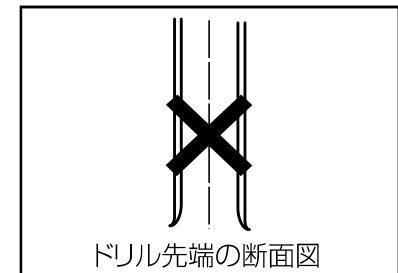

図50
4. 図50のように反りが出るようでは、力の入れすぎです。反りが無くなるまで再度、研磨してください。 図50 参照